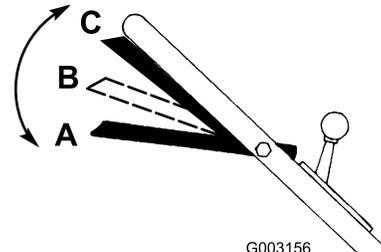

Figure 13
- Placez la barre de commande de la lame en position A (Figure 13).
- Poussez la barre de commande vers la droite et relevez-la à la position B pour engager la lame (Figure 13).
- Serrez la barre de commande contre le guidon à la position C pour avancer (Figure 13).